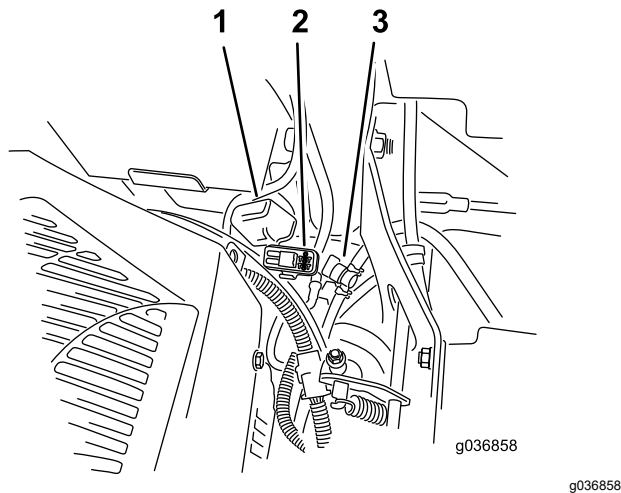

Рисунок 54
Предохранители расположены на правой консоли рядом с сиденьем (**Рисунок 54**).
2. Установите новый предохранитель (**Рисунок 54**).